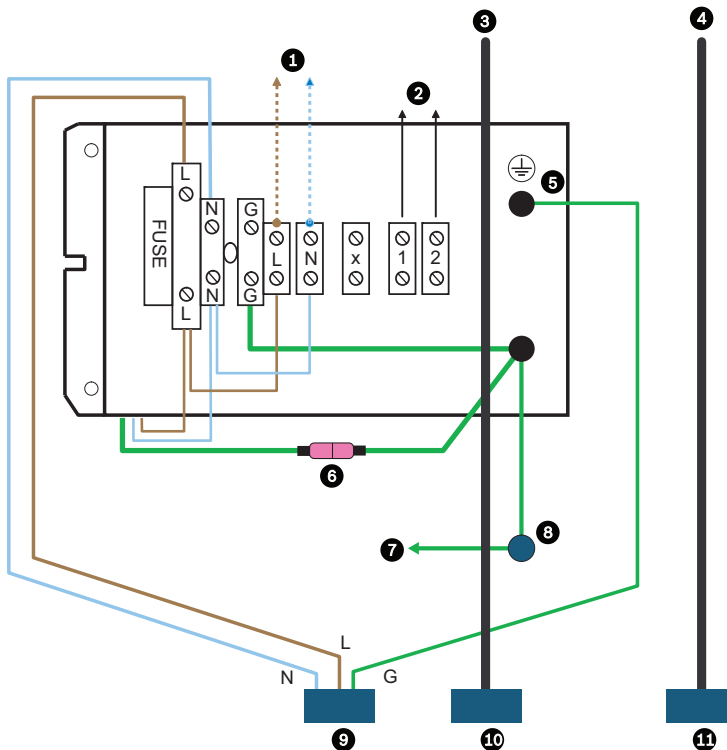

Figure 5.8 Schéma de câblage
3. Raccordez les fils d'alimentation sur le bornier. Voir *Figure 5.8*. Dénudez le câble de son isolant sur une longueur comprise entre 6 mm et 8 mm (0,25 et 0,31 po). Veillez à ne pas entailler les câbles.
4. Coupez le cordon d'alimentation sur les modèles de caméras 120 Vca et 230 Vca ; laissez une longueur de câble suffisante au raccordement au bornier. Dénudez le câble de son isolant sur une longueur comprise entre 6 mm et 8 mm (0,25 et 0,31 po). Veillez à ne pas entailler les câbles. Raccordez ces câbles aux connecteurs prévus sur le bornier. Voir *Figure 5.8*.